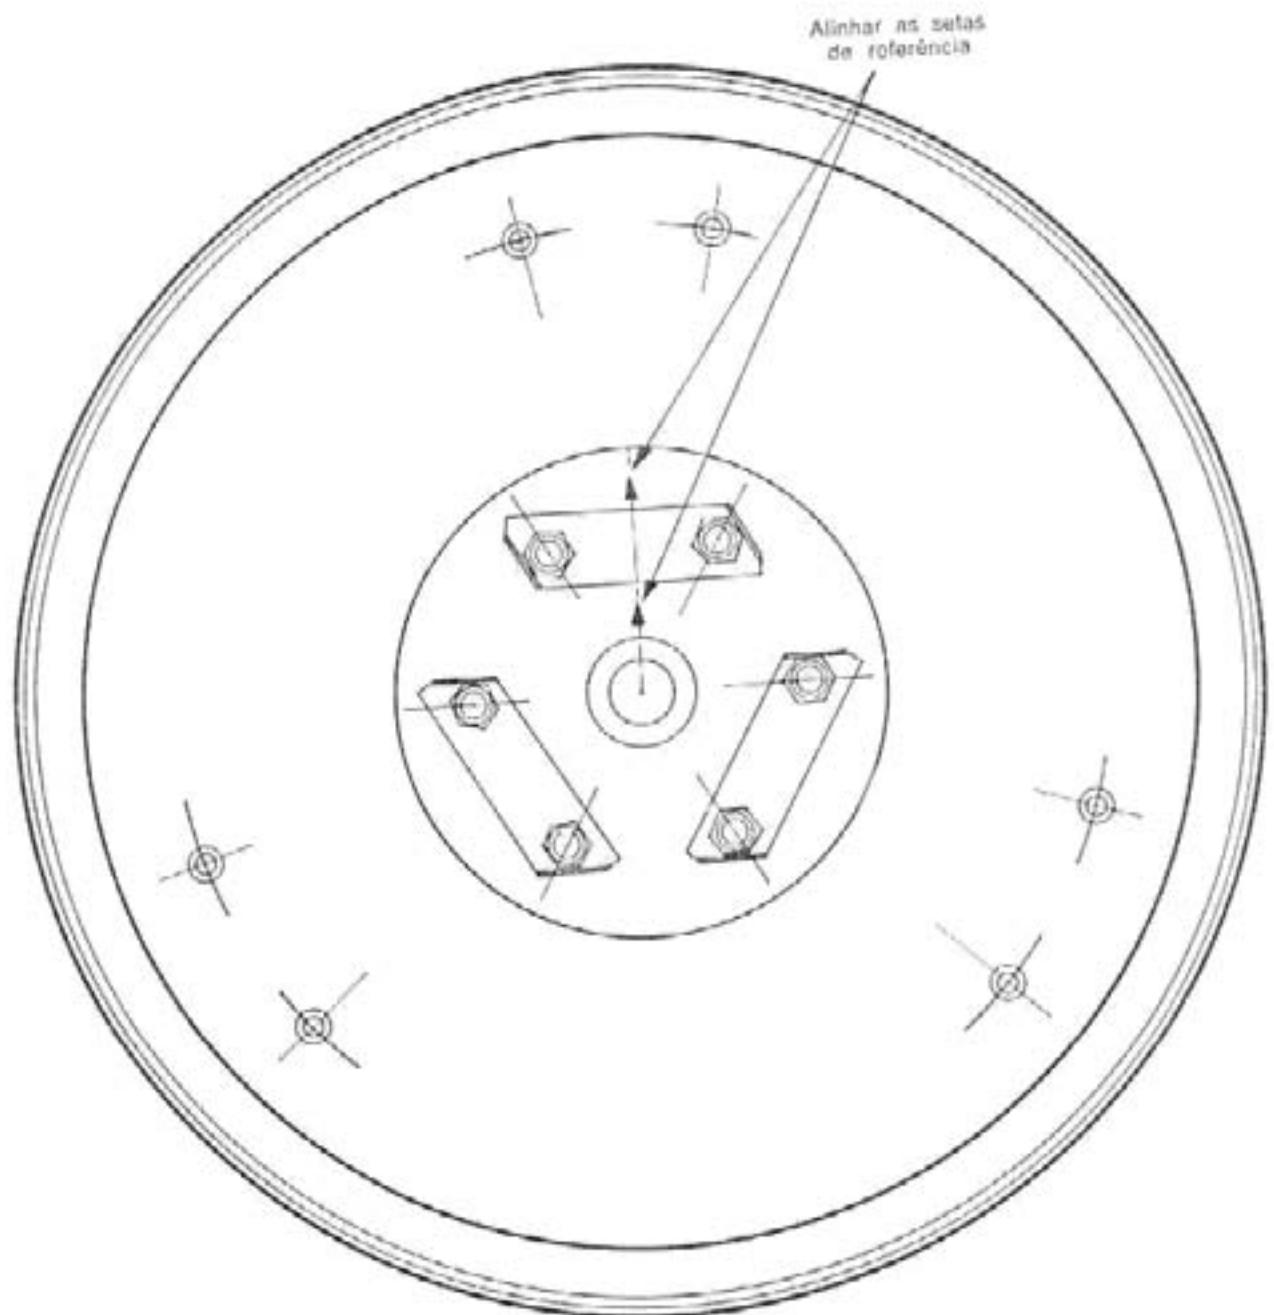

fig. 13 — instalação do volante
2. Observar as marcas (setas) no volante e na Árvore de manivelas (fig. 13) para que na montagem estas peças sejam instaladas na mesma posição original.
1. Para instalar o volante, posicioná-lo na árvore de manivelas alinhando as marcas (setas) do volante e da árvore (fig. 13).